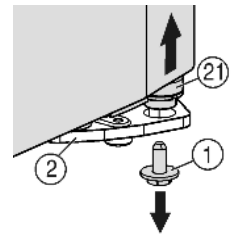
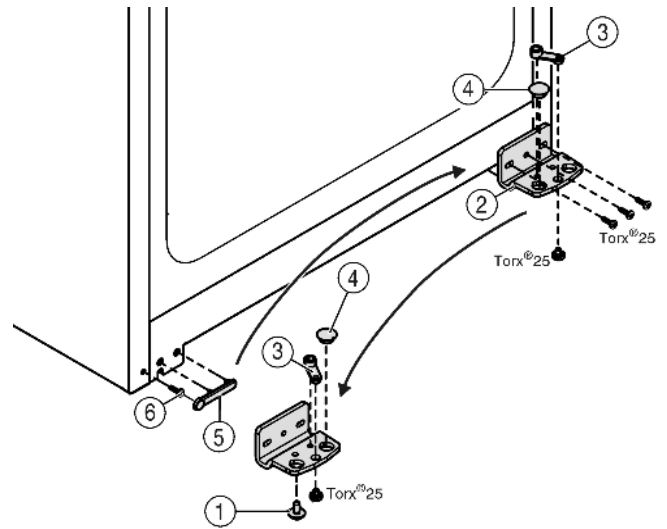

Fig. 4
Fig. 5
- ▶ Внизу справа на опорном кронштейне выкрутите фиксирующий винт Fig. 4 (1).
- ▶ Опорный палец Fig. 4 (21) можно извлечь из опорного кронштейна Fig. 5 (2).
- ▶ Если не удается извлечь опорный палец Fig. 4 (21), нажмите на него снизу.
- ▶ Открутите опорный кронштейн Fig. 5 (2).
- ▶ Открутите опорную деталь Fig. 5 (3) и, переставив в отверстие на противоположной стороне опорного кронштейна, снова прикрутите.
- ▶ Извлеките заглушку Fig. 5 (4) из опорного кронштейна и переставьте ее в отверстие на противоположной стороне опорного кронштейна.
- ▶ Осторожно снимите крышку со стороны ручки Fig. 5 (5).
- ▶ Выкрутите болт Fig. 5 (6) и вкрутите на противоположной стороне.
- ▶ Снова установите крышку Fig. 5 (5).
- ▶ Снова прикрутите опорный кронштейн Fig. 5 (2) на новой стороне шарнира (**с моментом 4 Нм**). При необходимости используйте аккумуляторный шурупверт.
- ▶ Вкрутите фиксирующий винт Fig. 4 (1) внизу в опорный палец и затяните (с моментом 4 Нм).